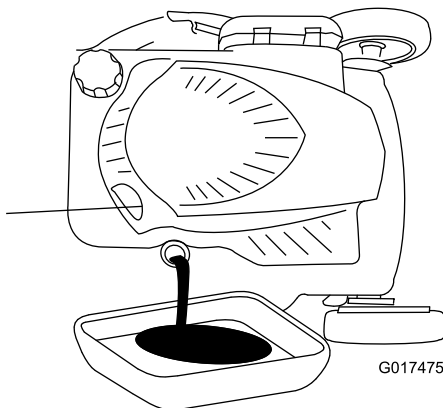

Figure 41
4. Inclinez la machine sur le côté (filtre à air en haut) pour vidanger l'huile usagée par le tube de remplissage (Figure 41).